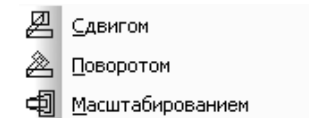

Рис. 2.8. Всплывающее меню пункта **Деформация** выпадающего меню пункта **Редактор** главного меню
- **Деформация** вызывает всплывающее меню, показанное на рис. 2.8.